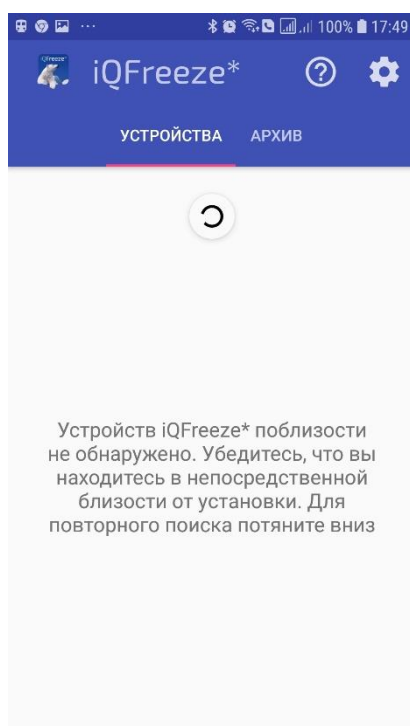

Рисунок 7. Bluetooth не включён
**Вариант 1.** Мобильное приложение iQFreeze не видит, что включен Bluetooth конкретного iQFreeze (Рисунок 7).